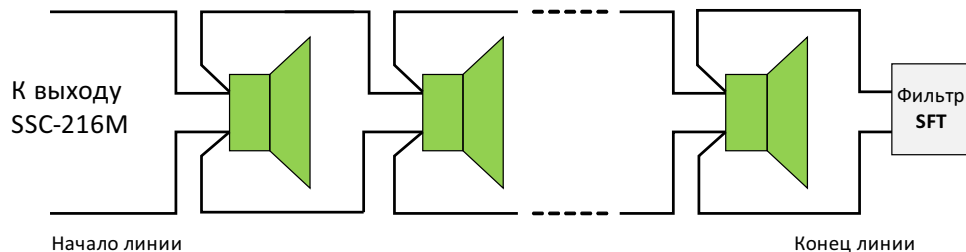

Рисунок 5
*Примечание – С целью возможности регистрации блоком контроля неисправности акустической линии в случае отключения от нее любого оповещателя необходимо обеспечить соединение входных и выходных проводов акустической линии не путём прямого контакта между проводниками, а через клеммы оповещателей (подключение оповещателей «гирляндой» (рисунок 5) и подключать в конце линии фильтр оконечный SONAR SFT).*